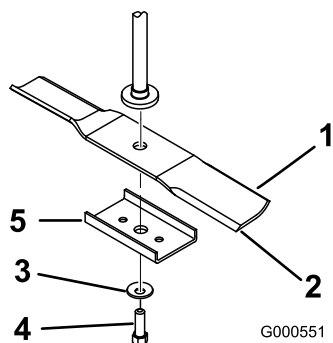

Figure 46
Tenez la lame par son extrémité avec un chiffon ou un gant épais. Enlevez le boulon, la rondelle bombée, le renfort (modèles de 107 cm [42 po]) uniquement) et la lame de l'axe (Figure 46).
- Placez la lame sur l'axe (Figure 46).
- Montez le renfort (modèles de 107 cm [42 po] uniquement), la rondelle bombée (face concave vers la lame) et le boulon de lame (Figure 46).